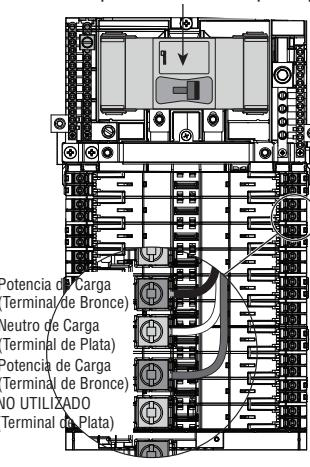
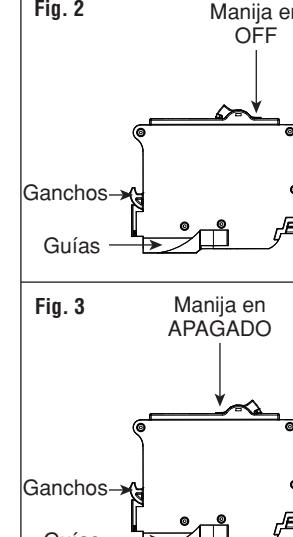

Fig. 2
Fig. 3
4. Mettre le levier du DDAA à la position OFF (fig. 2).
3. Mettre le levier du DDAA à la position OFF (fig. 2), puis à la position ON (fig. 3).
3. Ponga la manija del interruptor del circuito derivado ICFA en la posición de APAGADO (ver fig. 2), luego, ponga la manija en la posición de ENCENDIDO (ver fig. 3).